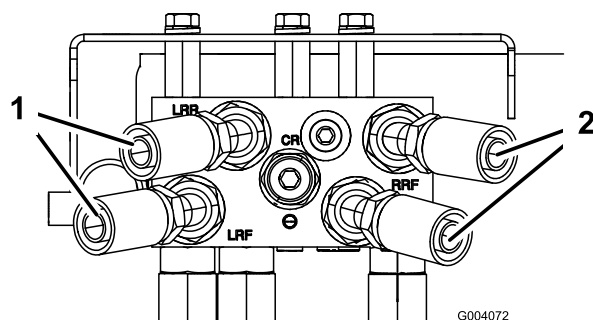

Figura 6
1. Enrosque, sem apertar, a união de 45 graus no final de cada mangueira hidráulica diretamente nas uniões na traseira do coletor (Figura 6).